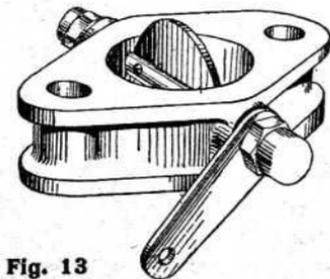

Fig. 13
**Bride-Régulateur.** — Pour faciliter le montage des carburateurs sur les moteurs munis d'un régulateur, nous livrons sur demande une bride (fig. 13) s'adaptant à la sortie des gaz et comportant un papillon dont l'axe peut être commandé directement par le régulateur.